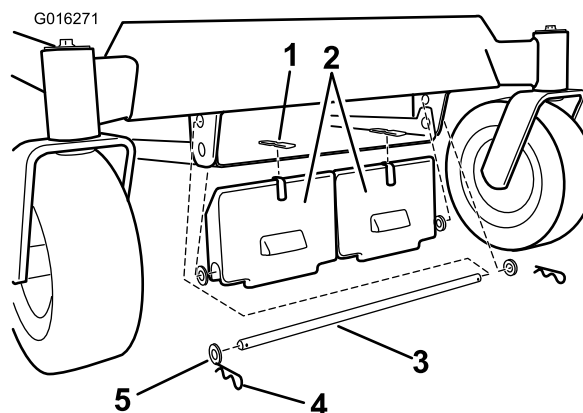
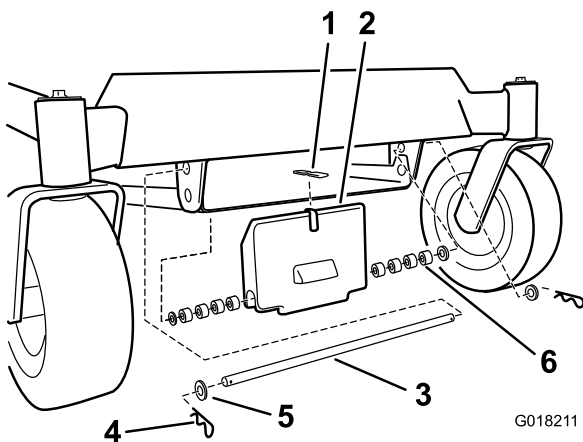

Bild 2
Bild 3
3. Montieren Sie eine Klebestoßleiste am Ballast (Bild 2 und Bild 3).
5. Befestigen Sie den Ballast mit einer Stange, vier Scheiben und zwei Splints, wie in Bild 2 dargestellt. Verwenden Sie die acht Distanzstücke, wenn Sie nur einen Frontballast befestigen, wie in Bild 3 dargestellt.